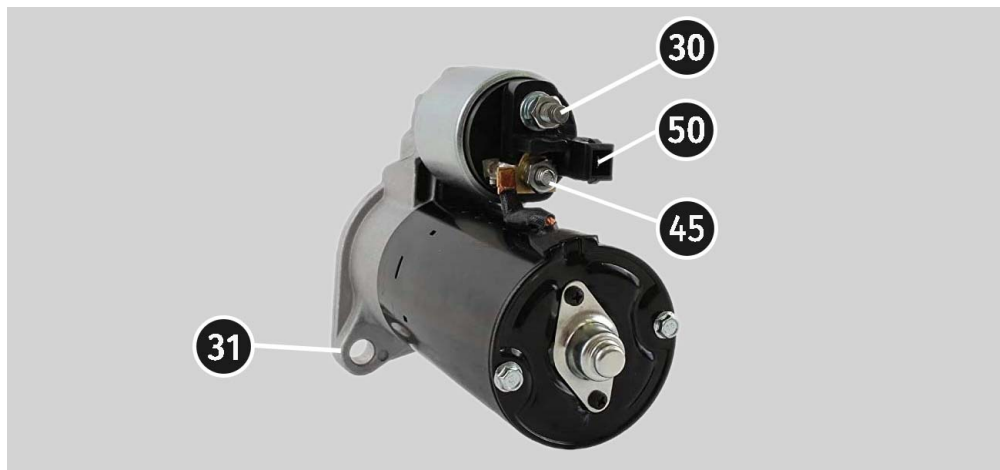

Рисунок 31. Розташування клем на стартері
3. Роз'єм стенда "50" кабелем під'єднайте до керуючого виводу соленоїда стартера клемма 50, див. рис. 31.
4. Провода універсального діагностичного кабелю K30 і K45 під'єднайте до відповідних клем стартера, див. рис. 31.